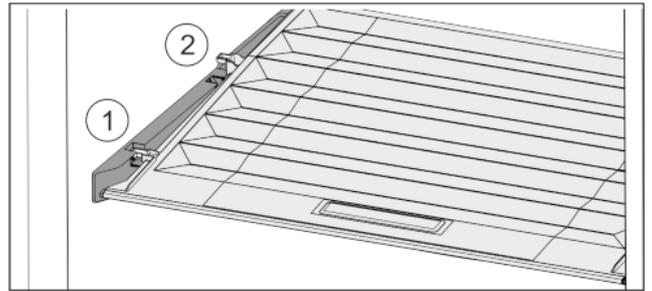

Fig. 29
- Deckel bis zur Öffnung in den Halteteilen nach vorne ziehen Fig. 29 (1).
- Hinten von unten anheben und nach oben wegnehmen Fig. 29 (2).